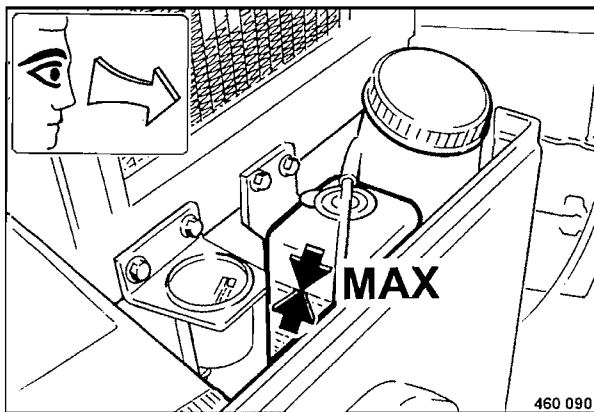

Fig. 126
- Rellenar con líquido refrigerante hasta el nivel llega a la marca MAX (Fig. 126).